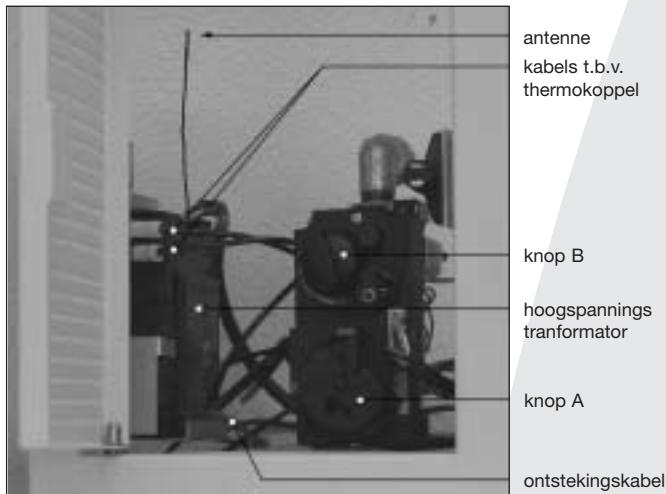

fig. 29
De ontvanger bevindt zich in het bedieningskastje (zie fig. 29).
• Plaats de ontvanger zoals aangegeven op fig. 29
- Plaats de antenne van de ontvanger niet te dicht bij de ontstekingskabel en/of metalen delen: zorg ervoor dat de antenne omhoog wijst (zie voor de juiste positie fig. 29);